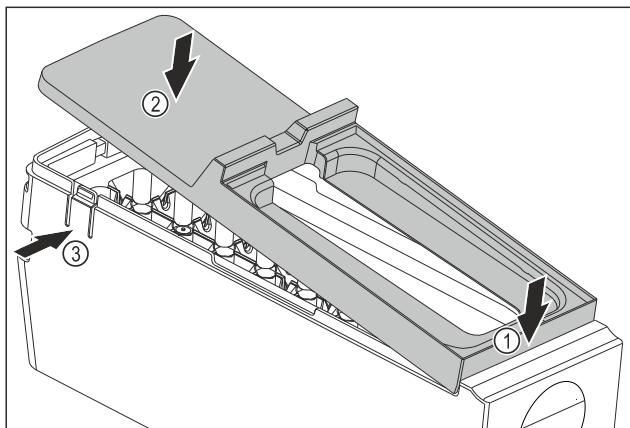

Fig. 90
- ▶ Montaż osłony korpusu EasyTwist-Ice: Osłonę założyć od przodu. Fig. 90 (1)
- ▶ Opuścić osłonę z tyłu. Fig. 90 (2)
- ▷ Osłona zatrzaskuje się słyszalnie w obu nakładkach Fig. 90 (3).